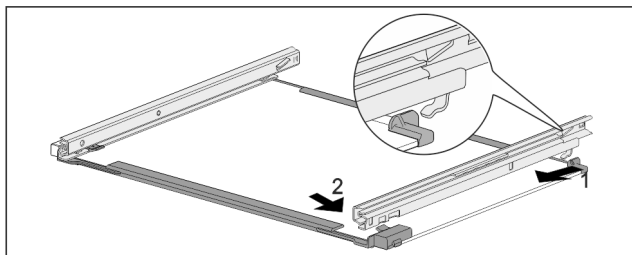

Fig. 206 Tablette en verre avec rails
- Accrocher le rail à l'arrière. Fig. 206 (1)
- Accrocher le rail à l'avant. Fig. 206 (2)